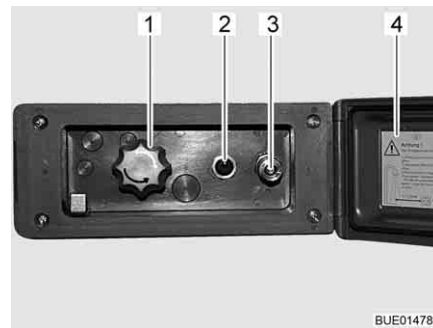

Fig. 139 Ligação do duche exterior
- Destrave a tampa (Fig. 139,4) e abra-a.
- Ligue a mangueira do duche exterior no fecho rápido (Fig. 139,3).
- Ligue a bomba de água com o interruptor (Fig. 139,2).
- Regule a temperatura da água a gosto com o botão giratório (Fig. 139,1).
- Desligue a bomba de água com o interruptor (Fig. 139,2).
- Trave a tampa (Fig. 139,4) e feche-a à chave.
- Coloque o botão giratório (Fig. 139,1) na posição do meio.